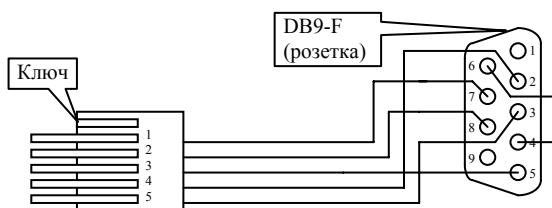
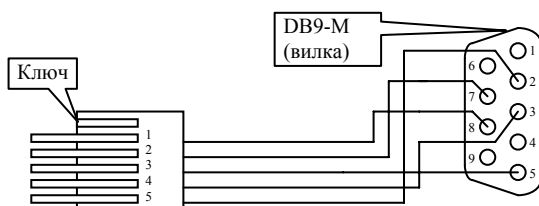
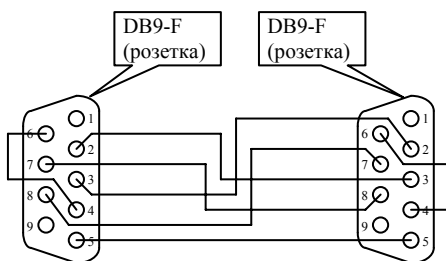

Рис. 1
Рис. 2
Рис. 3
- непосредственно к прибору по RS-232, с использованием кабеля изображенного на рис. 1. Кабель подключается к COM порту компьютера и к соответствующему разъему прибора. Для считывания информации можно воспользоваться программой, поставляемой предприятием «АРВАС» (Tem05Win.exe), или написать собственную программу, воспользовавшись описанием протокола обмена и дешифрации данных.
Для связи используются линии RXD, TXD, CTS, RTS, GND если Вы изготавливаете кабель сами и Вам нужно подключить компьютер непосредственно к разъему на плате прибора, то распаяйте кабель согласно Рис. 1. Если в Вашем приборе уже установлен кабель переходник с платы на разъем DB9-M (вилка) изображенные на Рис. 2. То Вам достаточно распаять кабель изображенный на Рис. 3.
Кабель для соединения прибор – компьютер, при установленном кабеле изображенном на Рис.2.